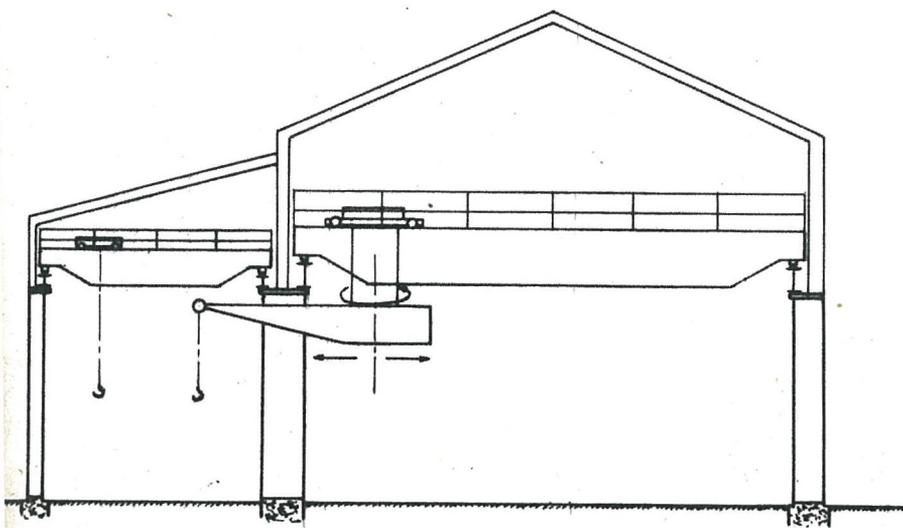

Fig. 3. Pont roulant à chariot orientable.
- pont roulant à chariot orientable (fig. 3) ;